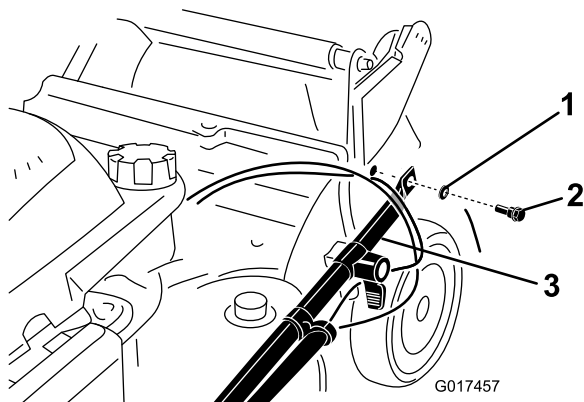

Figura 4
2. Fije los extremos del manillar al alojamiento de la máquina con 2 arandelas y 2 pernos de manillar (Figura 4), **pero no apriete los pernos del manillar.**
**Importante:** Coloque los cables en el *exterior* del manillar (Figura 4).